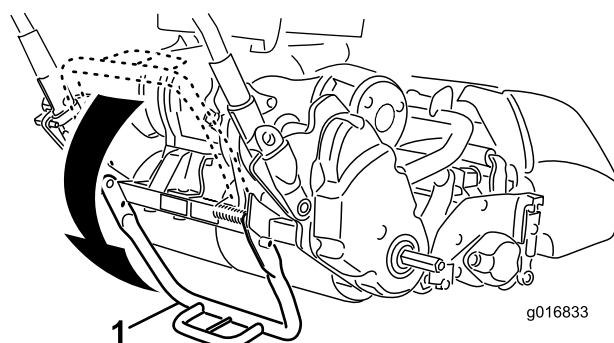

Рисунок 7
1. Нажмите вниз ногой на **сердину откидной ножки** и тяните за нижнюю среднюю рукоятку машины до поворота откидной ножки вокруг центральной части (Рисунок 7).